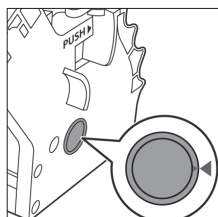

図 3
7. ブルーイングユニットを本体に戻す前に、ユニット側面にある 2 つの設置位置ロゴが合っているか確認してください。合っていない場合は次の手順に従ってください。(図 3 参照)